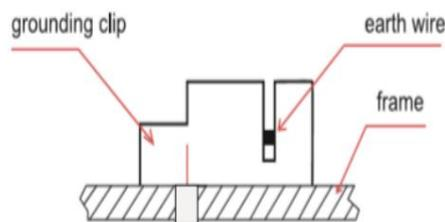

Figure 2
- Comme indiqué dans le Figure 2, l'ensemble clip de mise à la terre se compose d'un curseur, d'une base et d'un filetage auto-captivant. Le clip de mise à la terre accepte les fils de cuivre solides non isolés de tailles 10 ou 12. AWG.